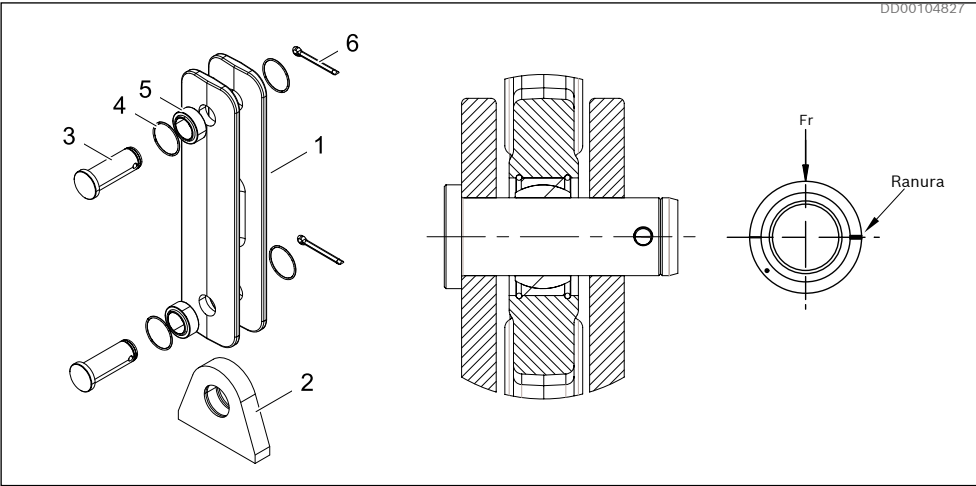

Fig. 22: Instalación de conexión articulada para TC A
- ▶ La conexión articulada y el rodamiento esférico liso (1) se deben desmontar durante la soldadura. Ver Fig. 22.
- ▶ Acero: EN 10025-3 – S355N (1.0545), deberán protegerse de la corrosión tras la soldadura (2).
- 1. El rodamiento (5) se instalará usando un casquillo de instalación o tubo aplicado al anillo exterior del rodamiento.
- 2. El rodamiento se instalará con la ranura del anillo exterior perpendicular a la dirección de carga. Ver Fig. 22.
- 3. Asegure los rodamientos con los anillos de retención (4).
- 4. Monte el resto de los componentes conforme a Fig. 22.